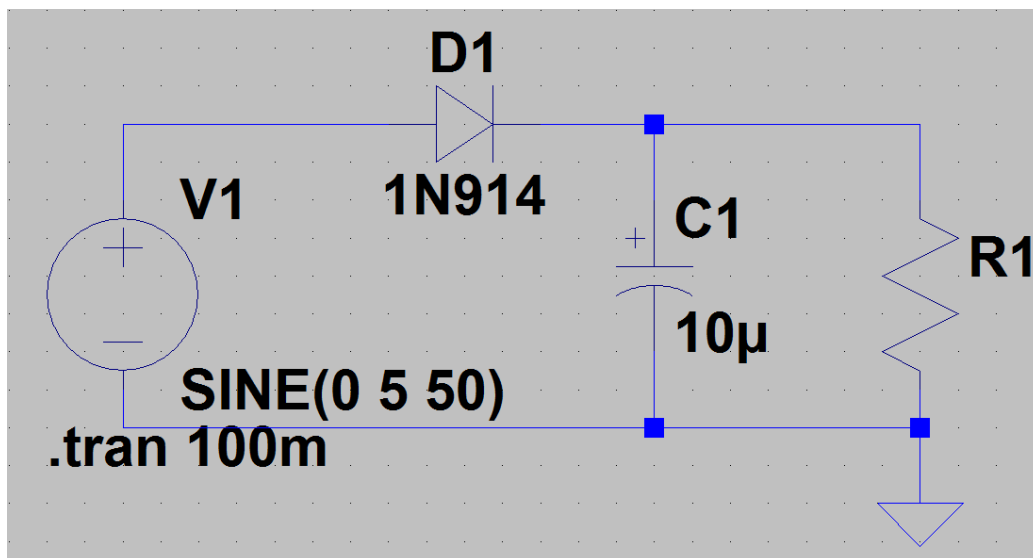

Рис.1.1 Схема для дослідження однонапівперіодного випрямляча
1. Вимірювання виконували за схемою, вказаною на рис.1.1